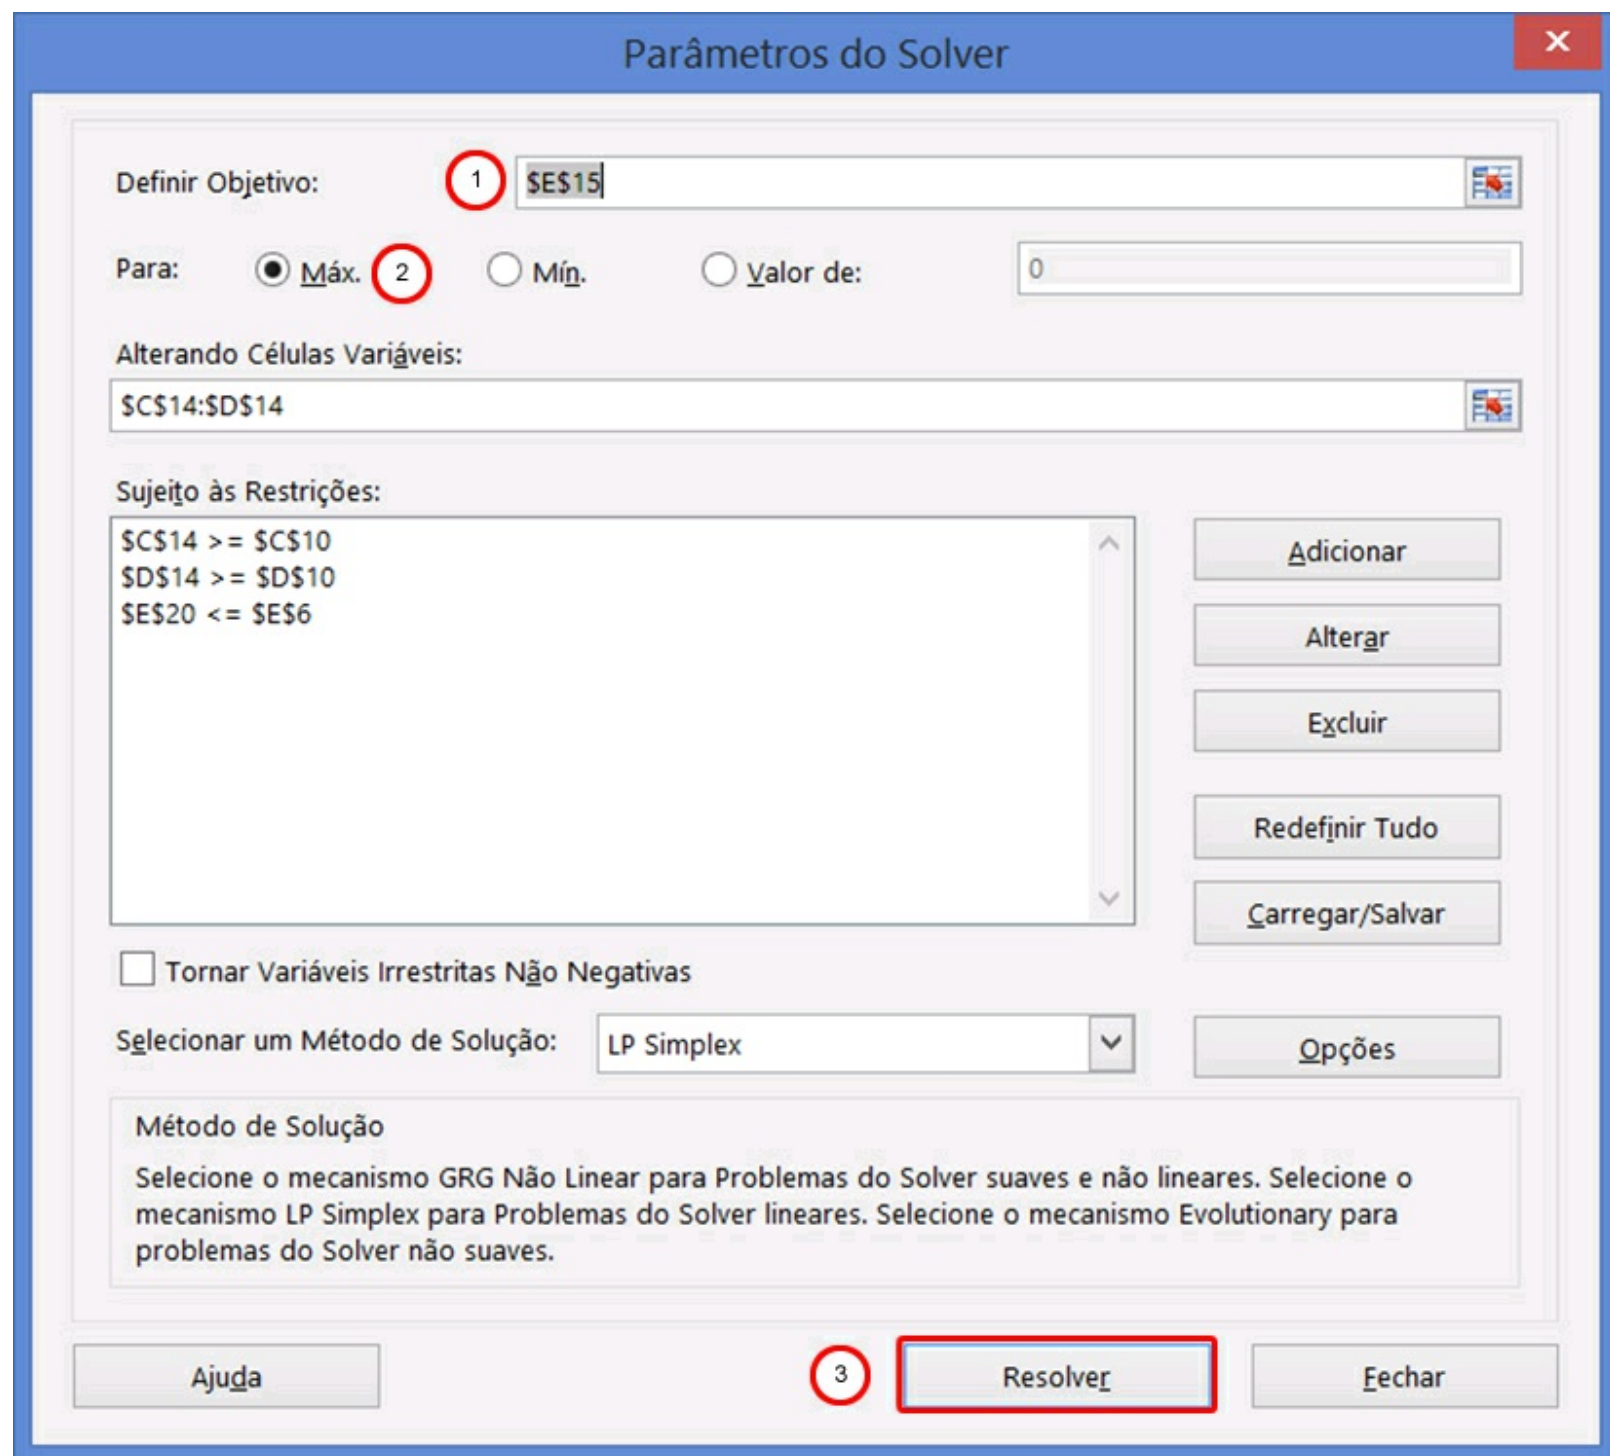
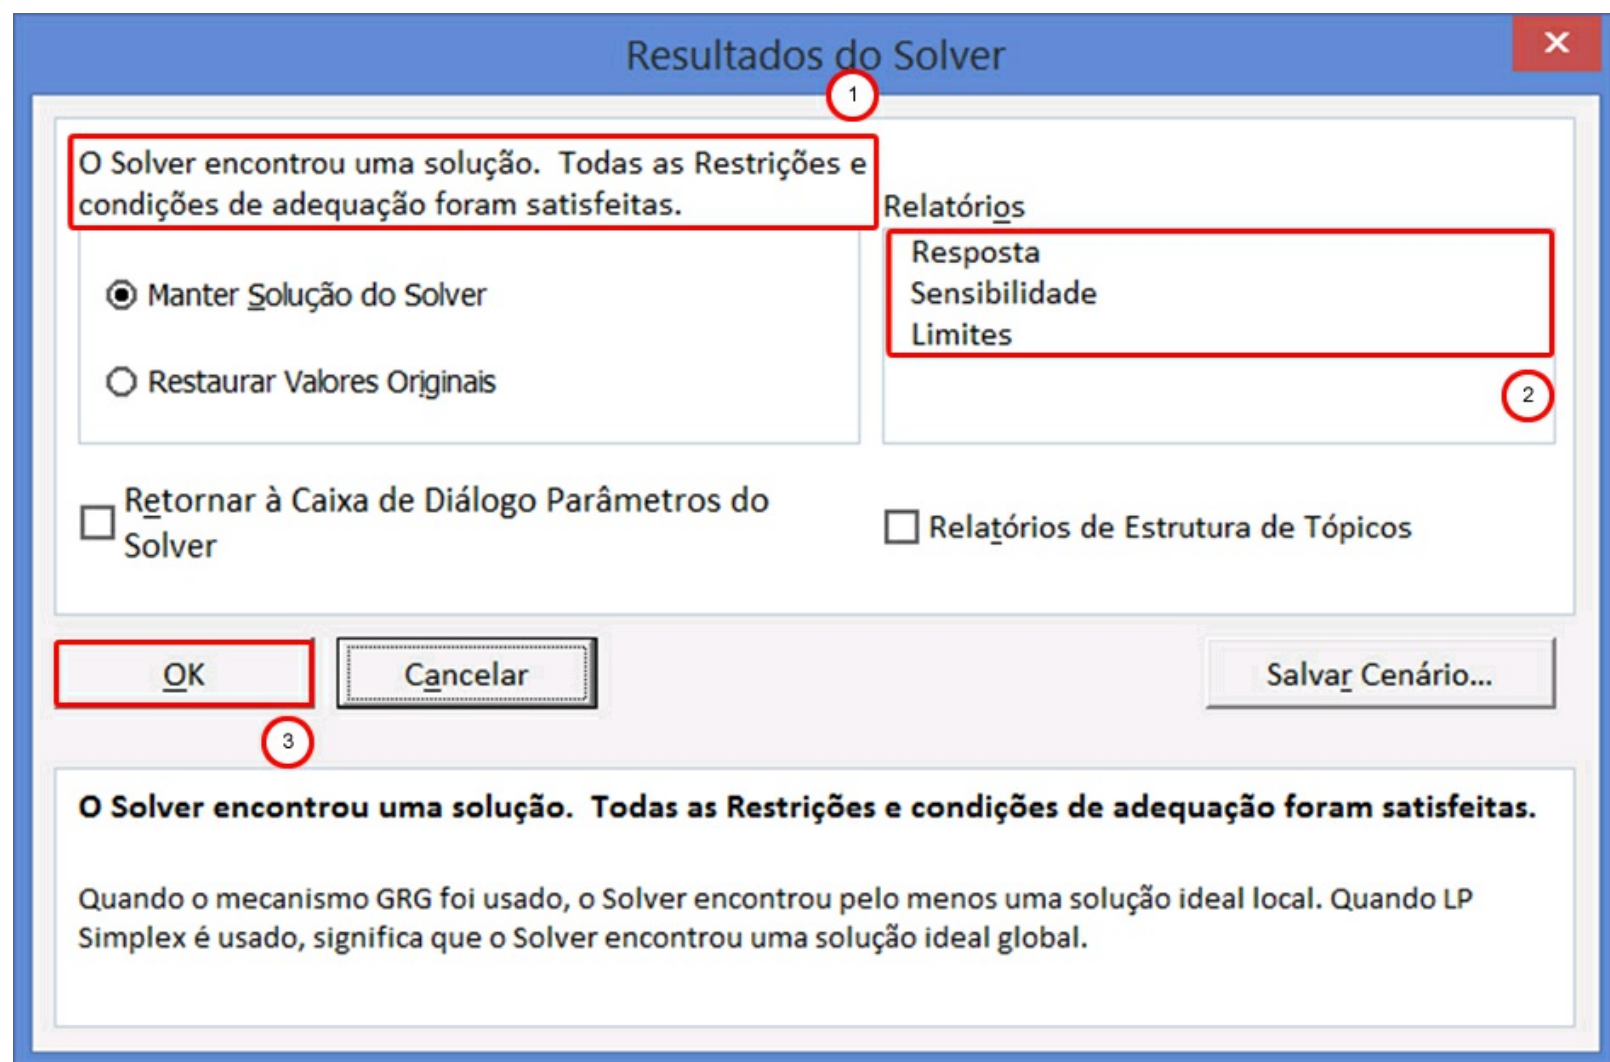

Figura 38 – Parâmetros do Solver.
Figura 39 – Tela de Resolução do Solver do MS Excel.
Após a programação das três restrições, podemos observar na Figura X a tela do MS Excel Solver, a qual está pronta para possibilitar a otimização do modelo. Antes disso devemos indicar a célula onde está a função objetivo (célula E15 - Figura 38 - item 1) e em seguida o objetivo para a função, no caso maximizar (Máx - Figura 38 – item 2), como
Após a parametrização do modelo, chegou o momento de otimizarmos o problema analisado. Para isso basta clicarmos no item 3 da Figura 38. Ao clicar no botão para resolver seu modelo a tela da Figura 39 será apresentada. Percebe-se que no item 1 da Figura 39 é possível verificar que o Solver encontrou uma solução para o problema e conseguiu atender as restrições.
Caso o Solver não consiga encontrar uma solução para o problema, uma mensagem será apresentada. Veja que a solução não aparece nessa tela e sim na própria tela do MS Excel nas células indicadas na tela de parametrização do Solver (Figura 39). No item 2 da
Figura 39 existe um local onde solicitamos ao Solver para que ele gere relatórios que auxiliam na compreensão dos resultados. Após selecionar os relatórios desejados, recomendamos marcar as opções Resposta e Sensibilidade, devemos clicar no botão OK (item 3 da Figura 39). Os resultados são salvos na planilha do MS Excel.